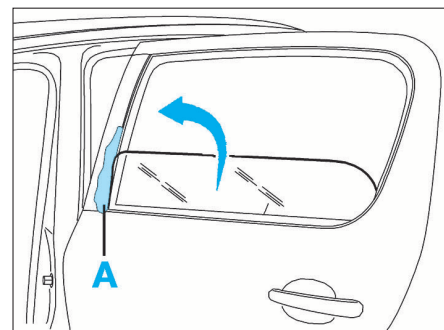

FIG. 48
- Protéger la peinture avec du ruban adhésif en (A) (Fig.48).